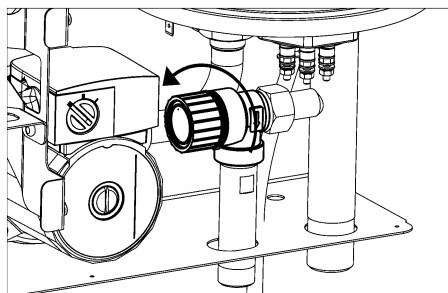

Рисунок 16. Поворот крышки клапана
**12.4** В начале отопительного сезона перед запуском котла необходимо выполнить промывку предохранительного клапана – повернуть поворотную крышку в направлении стрелки (см. рис. 16).